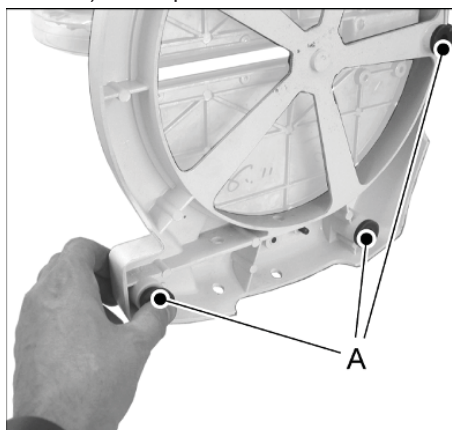

Рис. 3
- Вставьте 5 резиновых подкладок (А, Рис. 3) в отверстия.